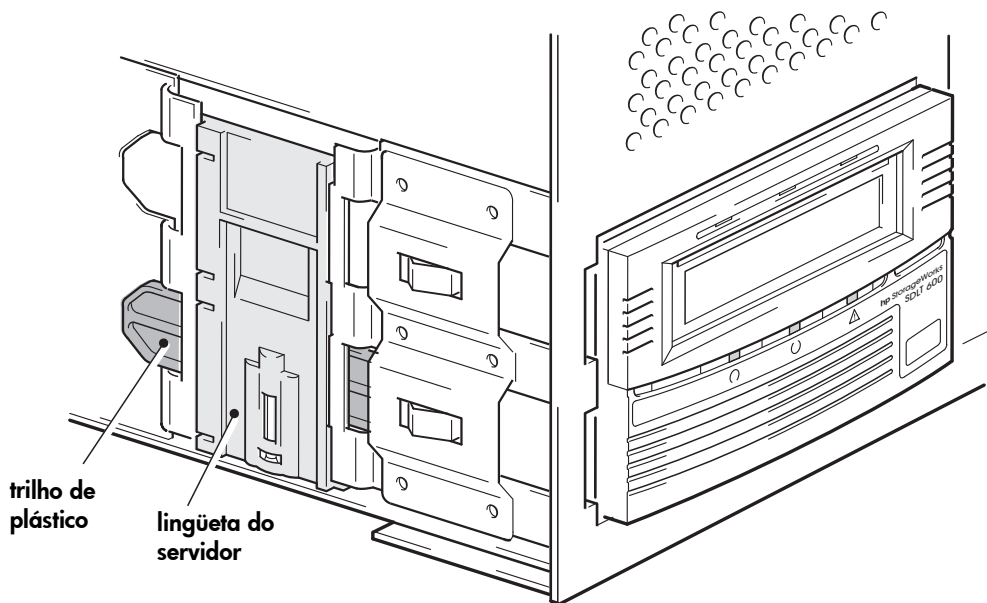

Figura 8a: fixar a unidade nos acessórios de montagem
- 1 Empurre a unidade de fita com firmeza para dentro da baía e verifique se a lingüeta do servidor está na posição travada, conforme mostra a Figura 8a.